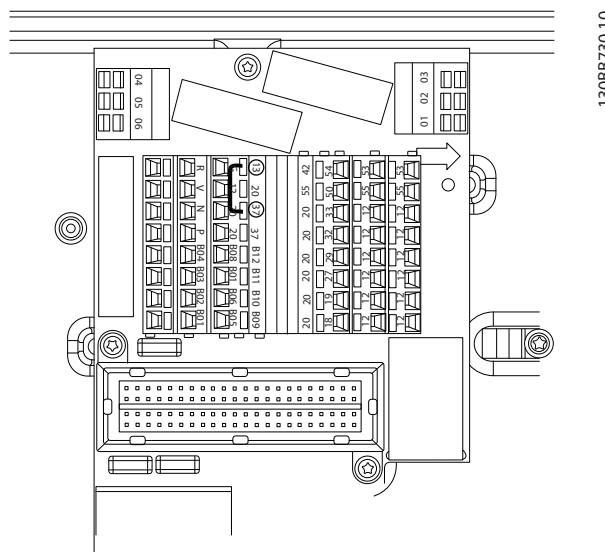

Abbildung 2.13 Kurzschlussbrücke (Jumper) zwischen Klemme 13 und 37
1. Die Kurzschlussbrücke zwischen Klemme 37 und 12 oder 13 entfernen. Es reicht nicht aus, das Kabel nur durchzuschneiden oder zu unterbrechen, um einen Kurzschluss zu vermeiden. (Siehe Kurzschlussbrücke in *Abbildung 2.13*.)